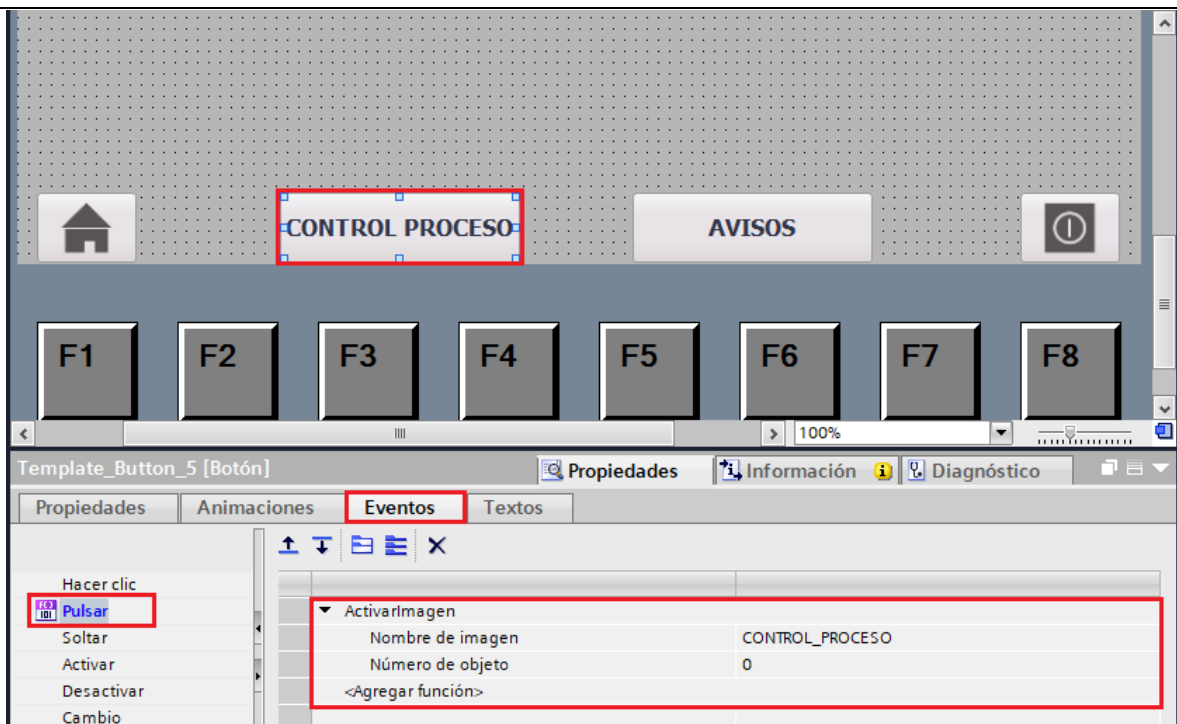

Figura 48. Configuración botón “CONTROL_PROCESO”.
- (2) Configuración del menú.
- En “Nombre de imagen” seleccionar “CONTROL_PROCESO” (ver Figura 48).